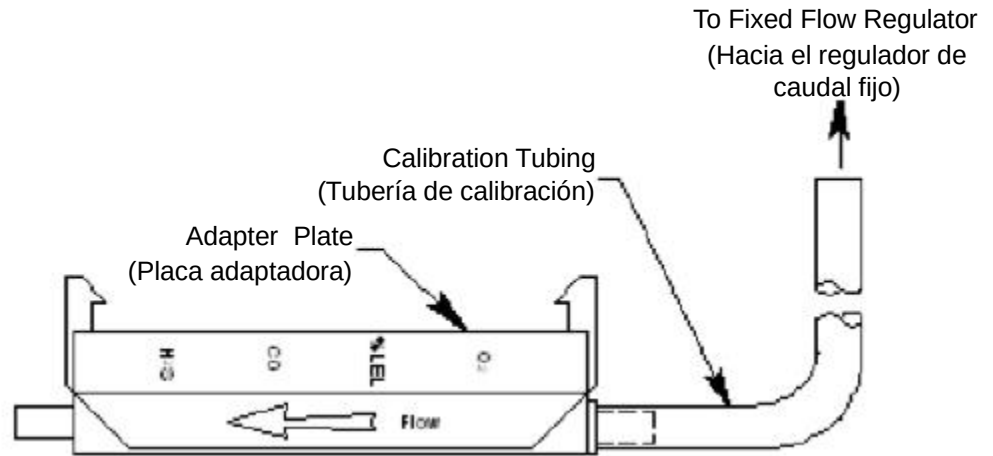

Figura 9: Equipo de calibración
1. Utilice el tubo de muestras para conectar la placa adaptadora de calibración al regulador. Conecte el tubo a la placa adaptadora en el extremo de la entrada, como se ilustra en la Figura 9.